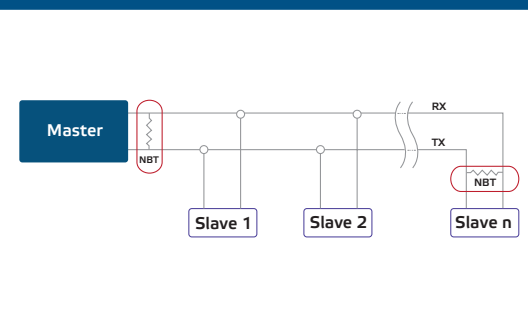

Fig. 6 Джъмпер за съгласуващия резистор NBT
- Светещ зелен светодиод отдясно указва, че сигналът се предава по линия RS485. Вижте **Fig. 6 Светлинни индикации - в.** Активна комуникация.